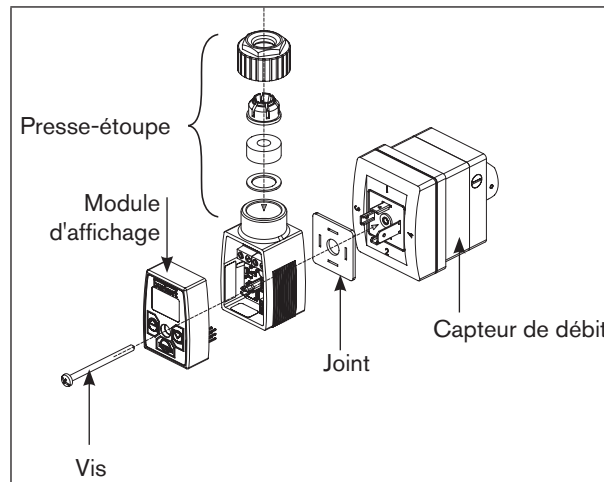

Fig. 9 : Monter l'appareil sur un capteur (Exemple d'un appareil avec presse-étoupe et module d'affichage, monté sur un capteur de type SE30)
- Positionner correctement l'appareil (voir Fig. 9) et le brancher au connecteur mâle 4 pôles du capteur de débit.